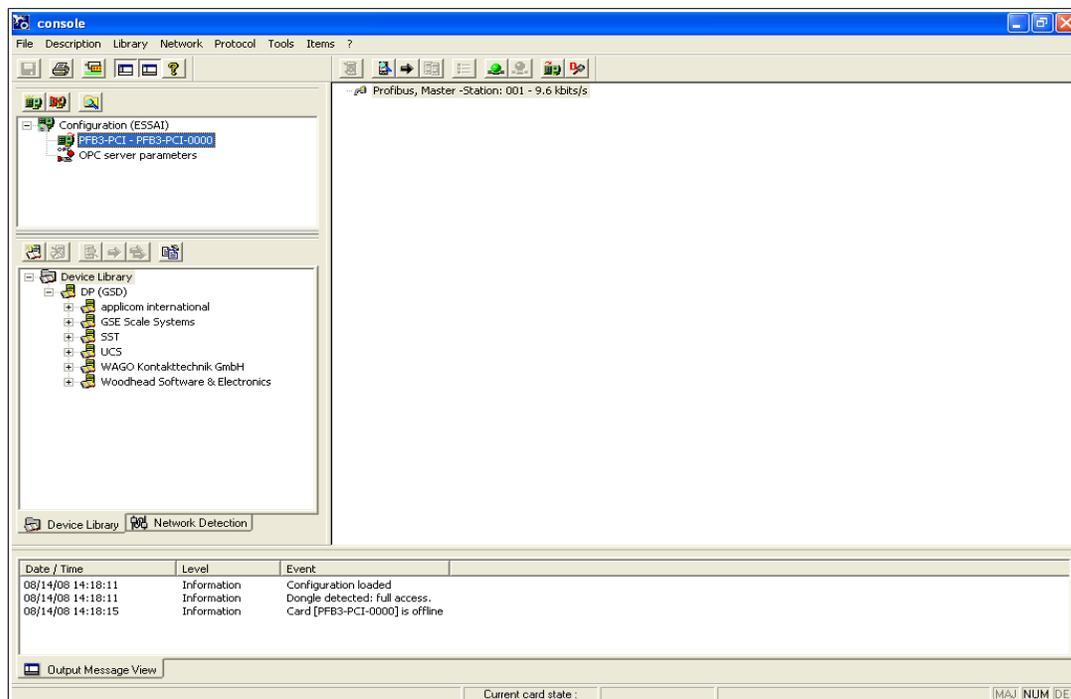
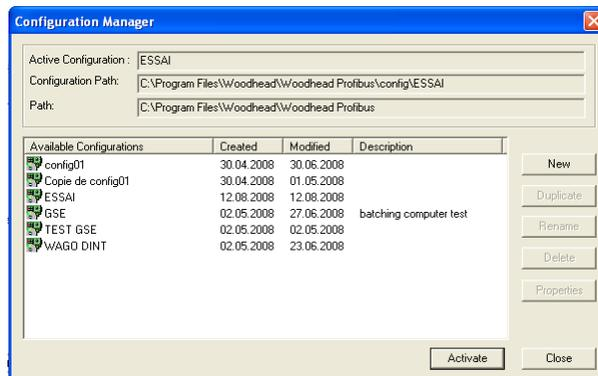

Figure 1
Figure 2
- Ouvrir la fenêtre de configuration des I/O sous Windows en appuyant sur Démarrer→Programmes→Woodhead Profibus→Console. La figure1 montre la fenêtre qui s'ouvre.
- Créer un nouveau projet en sélectionnant dans le menu File→Configuration Manager. La fenêtre de la figure 2 apparaît avec les noms des projets existants. Sélectionner "New" et remplir le nom et la description s'il y a lieu aux endroits indiqués. Puis valider en appuyant sur OK. Le projet est alors créé, il ne reste qu'à sélectionner le projet nouvellement créé et appuyer sur "Activate" et la page de la figure 1 s'ouvre avec le nom du projet créé écrit entre parenthèses après "Configuration".